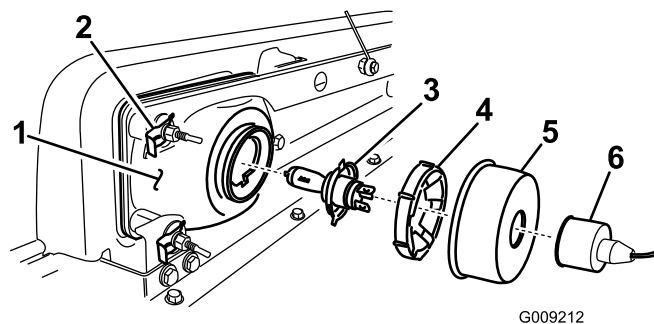

Figura 31
2. Rimuovete la guaina di gomma protettiva (Figura 31).
2. Rimuovete il gruppo faro anteriore spostandolo in avanti attraverso l'apertura nel paraurti anteriore (Figura 31).
3. Montate il nuovo faro anteriore attraverso l'apertura nel paraurti (Figura 31).